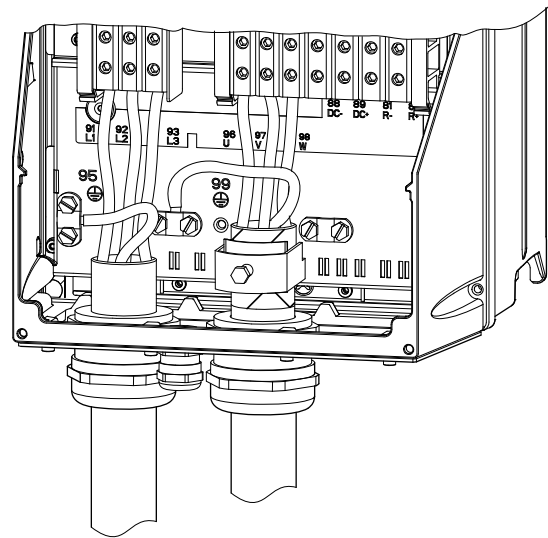

Fig. 18 Conexión de motor y red, C1 y C2
1. Conectar el conductor de tierra al terminal 95 (PE). Ver fig. 18.
1. Conectar el conductor de tierra al terminal 99 (PE). Ver fig. 18.
2. Conectar los conductores del motor a los terminales 96 (U), 97 (V), 98 (W).